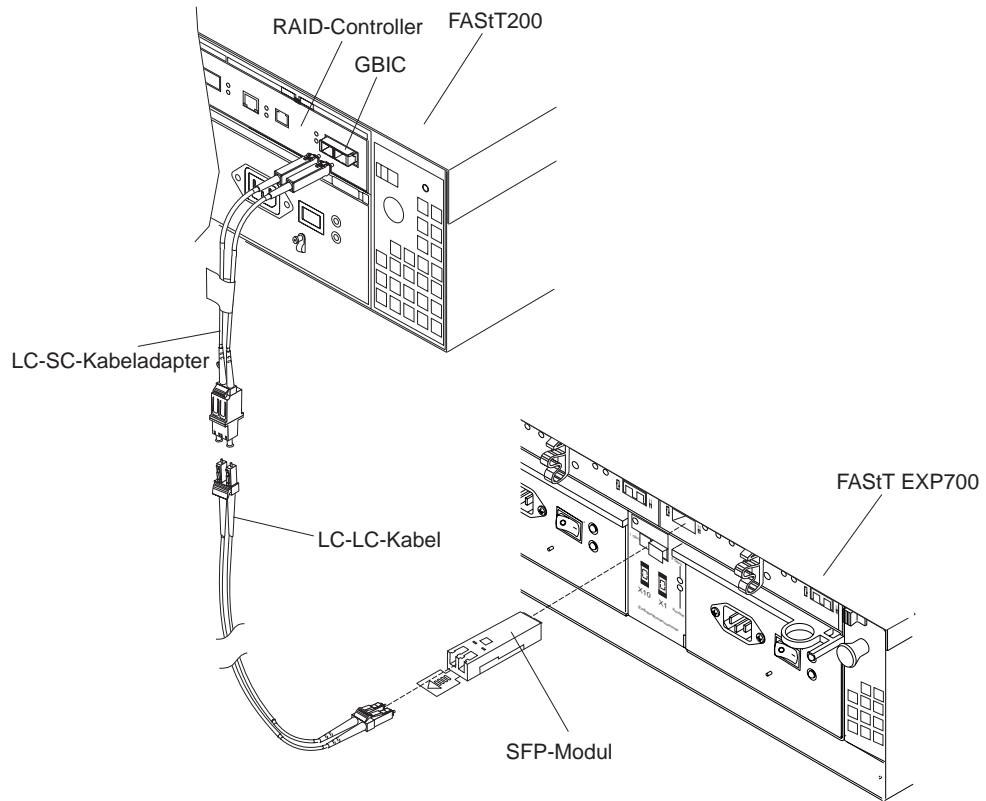

Abbildung 29. FAStT200 mit der FAStT EXP700 verbinden
2. Führen Sie mit Hilfe von Abb. 29 die folgenden Schritte aus, um den FAStT200 mit der FAStT EXP700 zu verbinden: